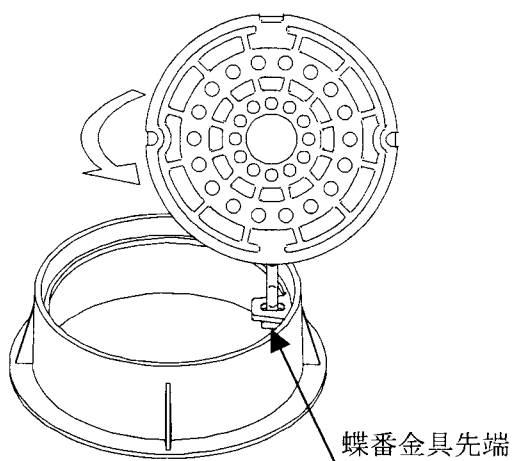

図 8
3. 蝶番金具の先端(T字形)が、ホルダー蝶番金具取付部蓋の下まで抜けたことを確認した後、蓋を90°回してください。(図8参照)